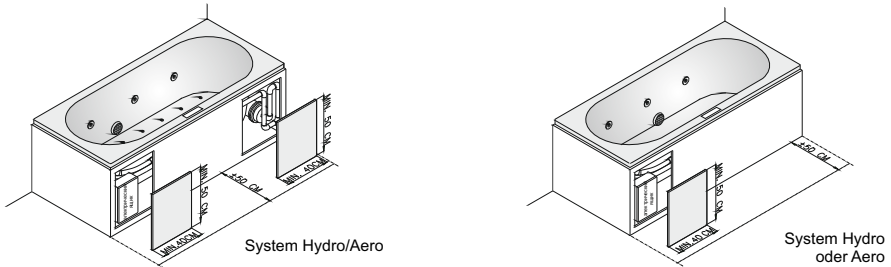

Fig. 5. Inspektionsluken
- Inspektionsluken (min. 40 x 50 cm) für Wartungsarbeiten (zumindest an den Motoren). Vor den Öffnungen muss mindestens 50 cm freier Raum sein, um die Technik erreichen zu können (siehe Abb. 5). Des Weiteren empfiehlt RIHO die Installation einer Serviceluke in der Nähe der Überlauföffnung.
Für Wartungsarbeiten müssen die Wannenschürze oder die Fliesen mit einer spritzwasserdichten Luke (min. 40 x 50 cm) ausgestattet sein. Solch eine Luke muss für jeden Motor und die Heizung vorgesehen werden. Vor der Luke muss mindestens 50 cm Platz sein, um den freien Zugang zu der Elektronik zu gewährleisten (siehe Fig. 5). Weitere Informationen zu der exakten Position der Luken finden Sie im RIHO Technikatalog. Der RIHO-Wartungsdienst kann die Motoren nicht warten, wenn keine oder zu kleine Luken vorhanden sind. Um einen optimalen Zugang zu den Motoren zu ermöglichen, empfiehlt RIHO, die entsprechenden Schürzen zu verwenden (falls für die Badewanne vorhanden. Für die Wartung von Sparkle Mood Badewannen muss die gesamte Badewanne von der Wand abgezogen werden. Diese Notwendigkeit ist bei der Installation entsprechend zu beachten.